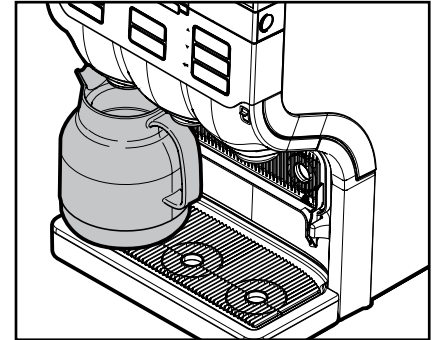

Abb. 12
- Stellen Sie Ihre Kanne auf die Tropfschale. (Abb. 12)